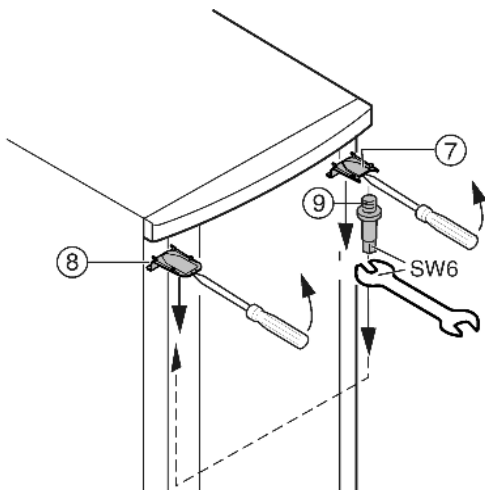

Fig. 7
▶ Liberare la copertura Fig. 7 (7) in alto e la copertura Fig. 7 (8) con un cacciavite anteriormente e rimuovere inclinando verso il basso.
▶ Svitare il perno di supporto Fig. 7 (9) e avvitare fermamente sul lato opposto **a 4 Nm**.
▶ Montare di nuovo la copertura Fig. 7 (7) sul lato del perno di supporto: inserire dietro, inserire a scatto sul lato anteriore.
▶ Montare la copertura Fig. 7 (8) sul lato opposto: inserire dietro, inserire a scatto sul lato anteriore.
▶ Agganciare la porta in alto nei perni di supporto Fig. 7 (9).